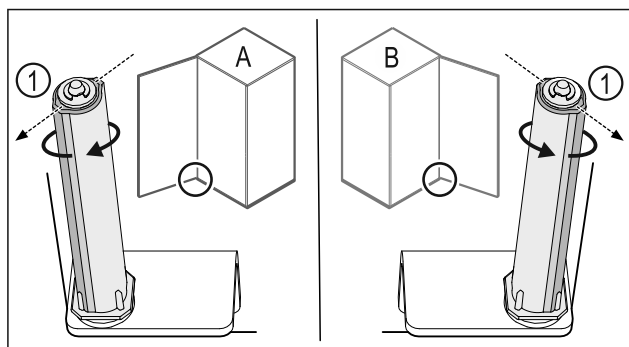

Fig. 36 Butée à gauche (A) / butée à droite (B)
- Tourner le système de fermeture contre la résistance jusqu'à ce que son arête Fig. 36 (1) pointe vers l'extérieur.